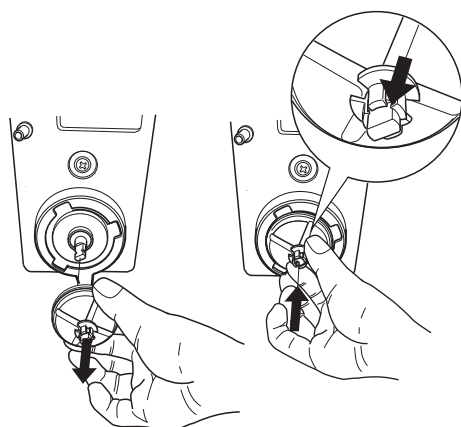

Fig. 10
- Pour démonter les ventilateurs, il suffit d'exercer une légère traction pour les libérer (fig. 10) ;